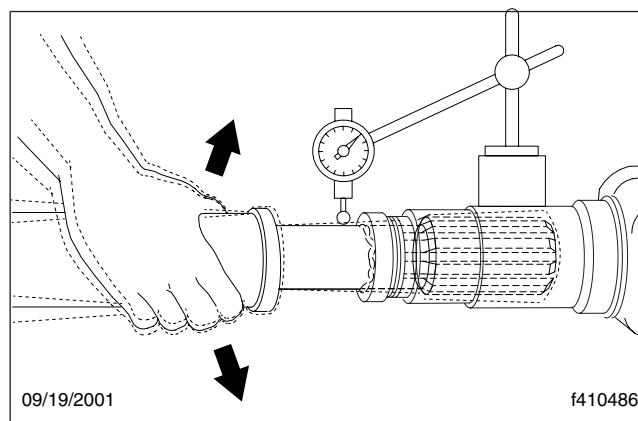

Figura 3, Inspeccione el eje estriado del yugo deslizante
3. Inspeccione el eje estriado del yugo deslizante para ver si hay demasiado movimiento radial. Vea la **Figura 3**. Si hay demasiada holgura radial entre el yugo deslizante y el tubo del eje, reemplace ambas piezas. Vea las instrucciones en el **Grupo 41** del *Manual de taller Business Class® M2*.